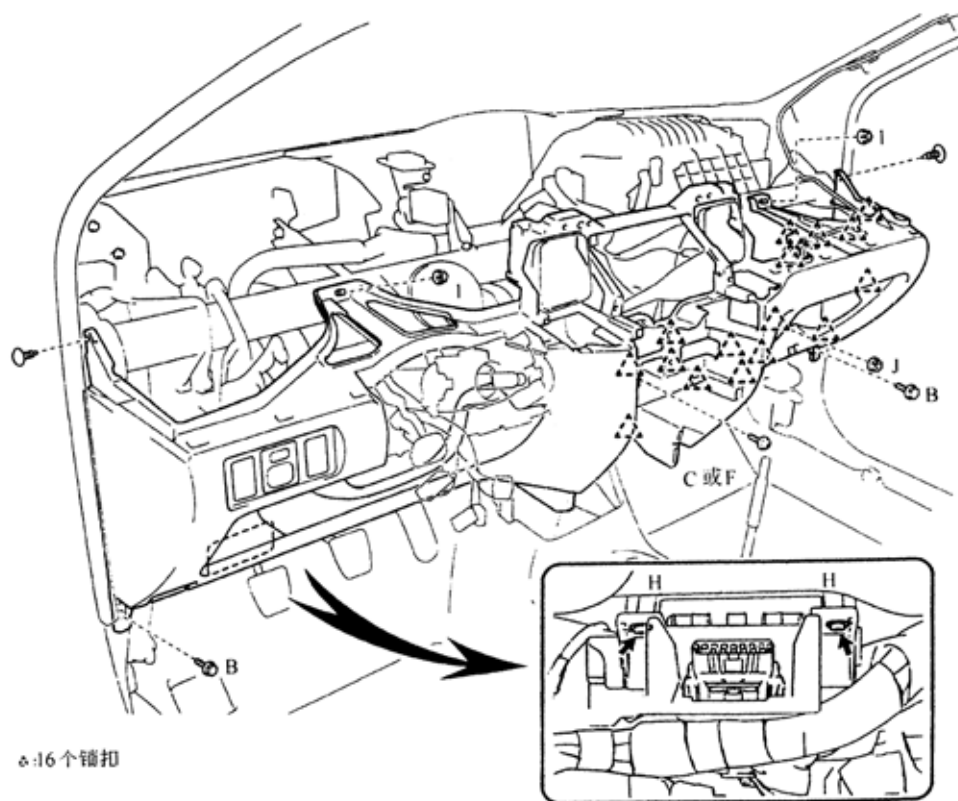

图 9-124
26) 拆下有加热器导管的下部仪表板总成，如图 9-124 所示。